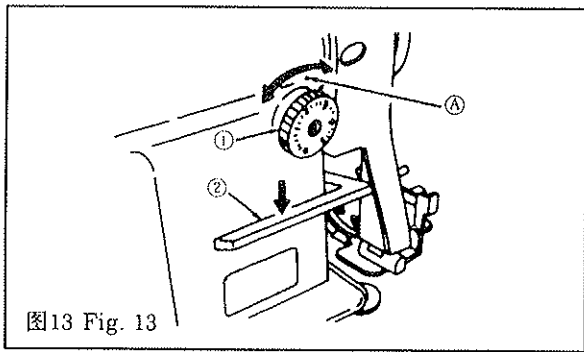

图13 Fig. 13
7. 针距的调节 (图 13)
7. ADJUSTING THE STITCH LENGTH (Fig.13)